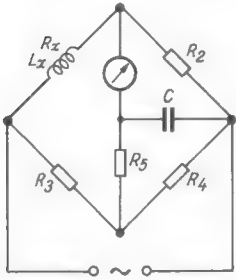

Bild 3.
4. Anderson-Brücke (Bild 3)
Bei Brücken vom Anderson-Typ führt eine Querverbindung von einer Ecke zur anderen Diagonale. Die Nullbedingungen für diese Brücke ergeben sich aus einer ziemlich verwickelten Stern-Dreieck-Transformation komplexer Widerstände dadurch, daß zwei weitere Glieder (in Bild 3 der Widerstand R_5 und der Kondensator C) zum Abgleichen hinzugezogen werden können. Dies hat den Vorteil, daß der reine ohmsche Wirkwiderstand des Meßobjektes getrennt mit Gleichstrom abgeglichen werden kann. — Nullinstrument und Stromquelle können auch bei der Anderson-Brücke vertauscht werden, jedoch erhält sie dann andere Eigenschaften. In der speziellen Form zur Messung von Induktivitäten nach Bild 3 gilt:
Bei niedrigen Frequenzen, bei denen Wechselstromverluste in der Spule L_x sich noch nicht als Erhöhung des Verlustwiderstandes R_x bemerkbar machen, sondern nur der reine Gleichstromwiderstand der Spule gilt, kann man die Abgleichbedingung für R_x mit Gleichstrom erfüllen. Da der Kondensator C für Gleichstrom undurchlässig ist, liegt nämlich für diesen Fall eine reine Wheatstone-Brücke vor. — Die Anderson-Brücke nach Bild 3 kann auch zum Messen der Kapazität C benutzt werden. Wird